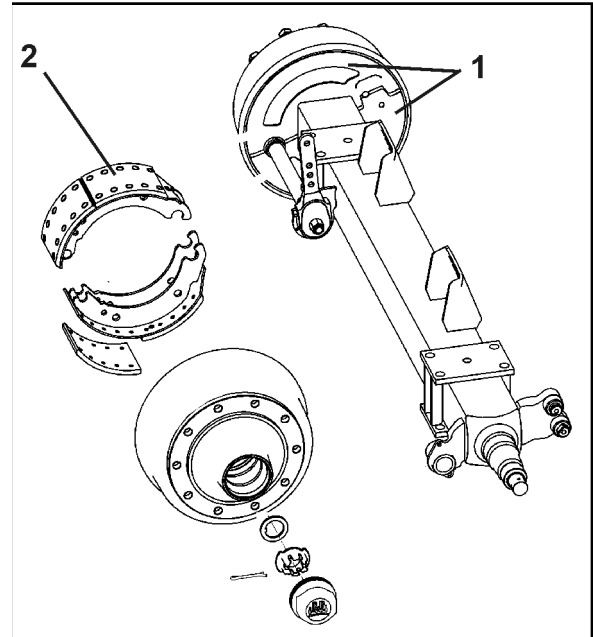

Fig. 34
1. Skru av de to dekkplatene (Fig. 34/1) på innsiden av bremsetrommelen.
Smuss som har trengt inn kan feste seg på bremsebelegget (Fig. 34/2) og føre til vesentlig nedsatt bremseeffekt.